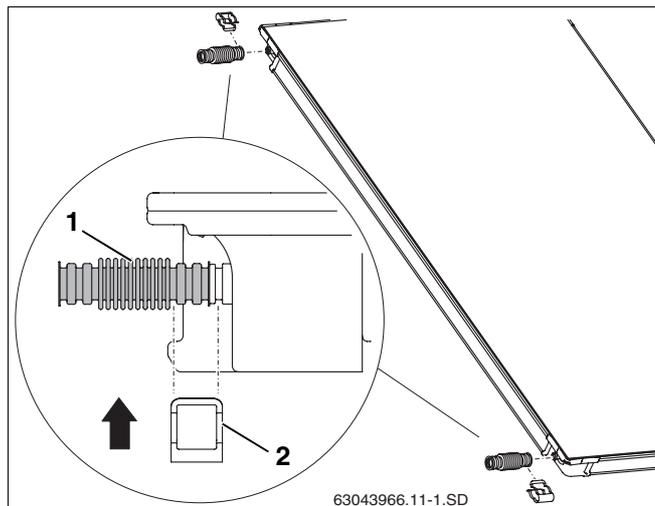

Рис. 45 Монтаж гофрированной соединительной трубы на первом коллекторе
- Надеть гофрированные трубы (рис. 45, поз. 1) на левые штуцеры первого коллектора.
- Установить зажимы (рис. 45, поз. 2) для фиксации гофрированных труб на штуцерах коллектора.